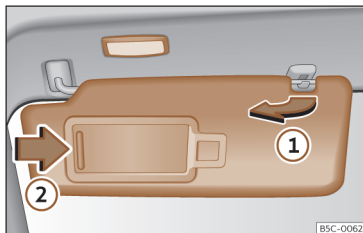

Fig. 114 Pala do sol.
- A pala do sol pode ser puxada para fora da fixação e ser virada para a porta >>> Fig. 114 ①.